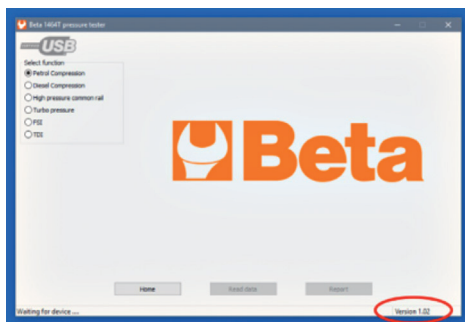

Fig. 1
- Verificare che la versione del software del PC sia la versione 1.2 o superiore. Qualora la versione del software del PC sia una versione inferiore, eseguire il software per farlo aggiornare automaticamente; una volta lanciato il software, attendere circa un minuto per far scaricare il nuovo software del PC; al lancio successivo del software la nuova versione risulterà installata. (La versione è visibile nell'angolo in basso a destra della finestra. Vedi fig. 1)